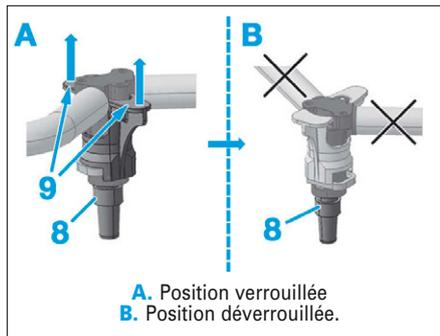

FIG. 49
- Déverrouiller les raccords (8) en remontant jusqu'à la butée le tube de retour carburant sur les injecteurs (flèches 9) (Fig.49).